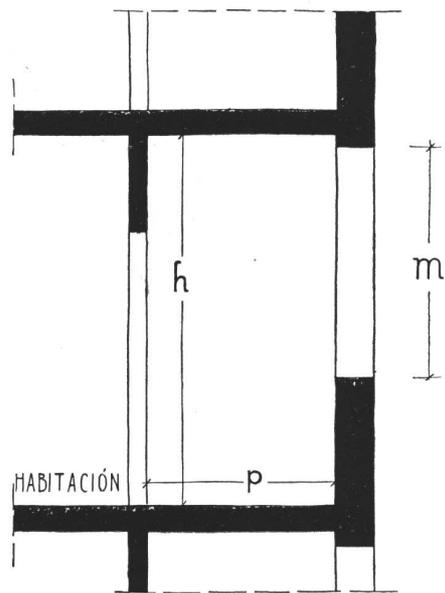

Fig. 4
b) la saliente de la galería cubierta con respecto al muro exterior de la habitación, no será mayor que la mitad de la altura de la galería (fig. 4). Cuando la galería cubierta esté emplazada frente a la vía pública o frente a patios cuya superficie y dimensiones sean el doble de las indicadas en el inciso anterior, la saliente podrá aumentar hasta un 50 %.
c) el alto de la abertura libre de obstáculos del muro en saledizo, será por lo menos igual a los dos quintos de la altura de la galería (fig. 4).